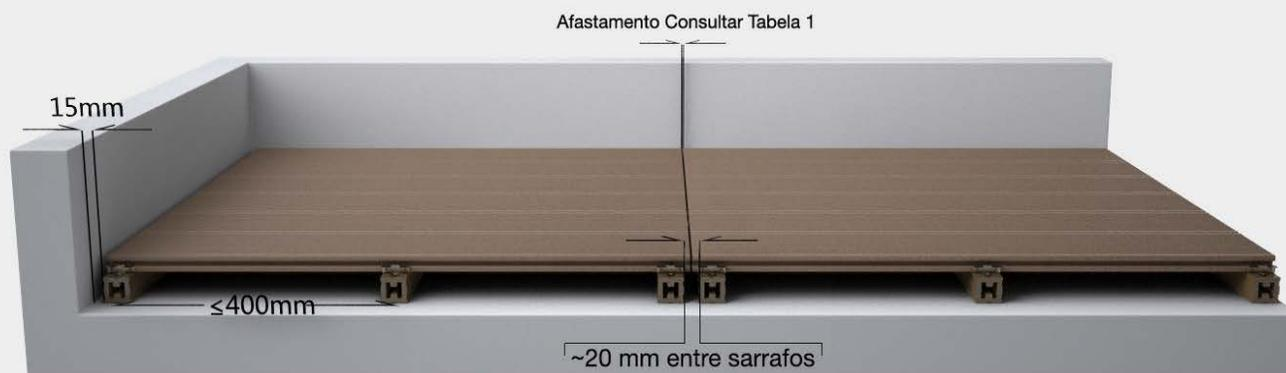

Figura 12
**Nota:** Caso coloque tampões de remate, estas folgas deverão ser mantidas. Figura 12.
No extremo de cada régua, **utilizar um sarrafo e clips por cada extremo ou topo**, figura 12. Em caso algum, utilizar um só sarrafo e um só clip na união de duas réguas a topo (aquando da normal dilatação, as réguas poderão soltar-se do clip).
Nenhuma extremidade das réguas deverá ficar livre, devendo ser sempre fixa pelo sistema clip/sarrafo. Não deixe uma ponta de régua livre sobressaindo do sarrafo mais de 10 mm (a distância entre lados dos sarrafos será de cerca de 20 mm), figura 12.